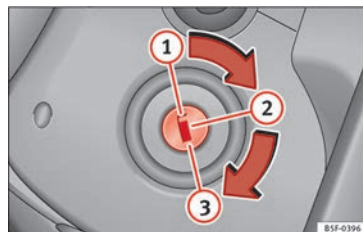

Fig. 170 Positions de la clé de contact.
Dans cette position » fig. 170 l'allumage et le moteur sont déconnectés, ce qui peut bloquer la direction.
- Amenez la clé de contact en position » **fig. 170** . Le témoin  s'allumera en cas de préchauffage du moteur.
- Amenez la clé de contact en position » fig. 170 ①.